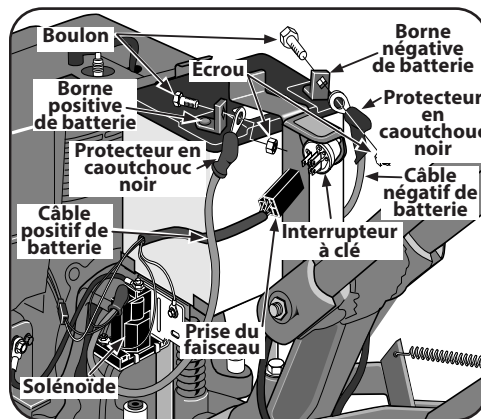

Figure 3-14
- Avant d'installer la batterie et ses pinces de retenue, insérez le connecteur en plastique du faisceau de fils dans les broches de l'interrupteur à clé placé sur les pinces de retenue. Voir Figure 3-14.
- Retirez les clés de contact de l'interrupteur et placez-les en lieu sûr. Vous devez avoir terminé l'installation de cette section et lu le chapitre Commandes et utilisation avant de placer la clé dans l'interrupteur. Voir Figure 3-14.
- Fixez le câble positif (+) à la borne positive (+) de la batterie avec un boulon de 5/8 po et un écrou de 1/4-20. Le câble doit être sur le côté gauche et une de ses extrémités doit être rattachée au solénoïde. Voir Figure 3-14.
- Glissez le protecteur noir en caoutchouc sur la borne de la batterie et le raccord de câble. Voir Figure 3-14.
- Branchez le câble négatif (-) à la borne négative (-) de la batterie avec un boulon de 5/8 po et un écrou de 1/4-20. Fixez-le bien. Voir Figure 3-14.
- Glissez le protecteur noir en caoutchouc sur la borne et le raccord de câble. Voir Figure 3-14.